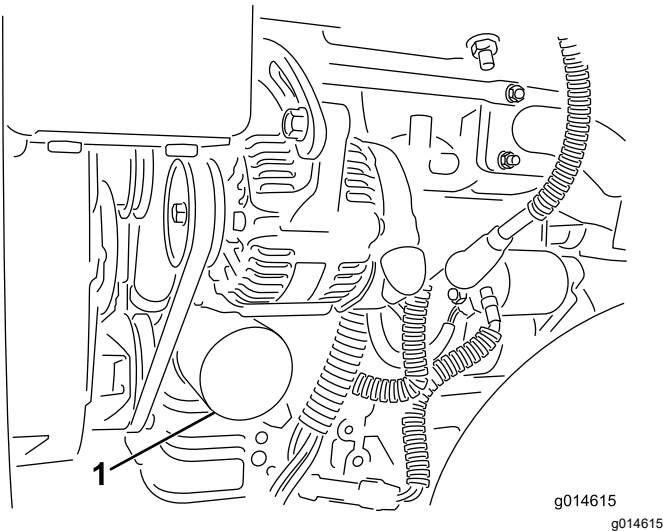

Figure 35
2. Déposez le filtre à huile (Figure 35). Appliquez une fine couche d'huile sur le joint du filtre de recharge.